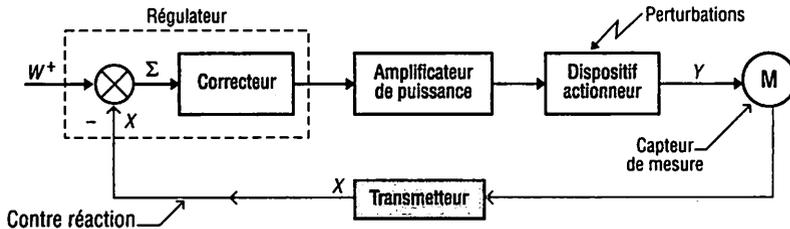

Fig. 4 : Représentation d'une régulation avec ses fonctionnalités.
1.3. Schéma fonctionnel (fig. 4)